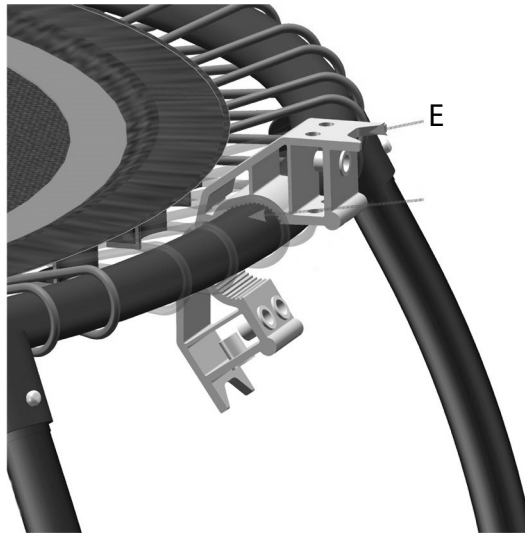

Abb. 1
1. Platzieren Sie die Klemme (E) zwischen zwei Beinen am Rahmen des Trampolins (siehe Abb. 1).